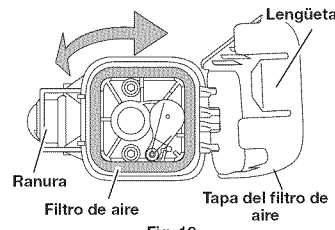

Fig. 18
- Para abrir la tapa del filtro de aire, empuje hacia adentro la lengüeta que está en el lado izquierdo de la tapa y hale la tapa del filtro de aire ligeramente hacia afuera y para la derecha (Fig. 18).
- Quite el filtro de aire (Fig. 18).
- Para volver a colocar la tapa del filtro de aire, sitúe los ganchos del lado derecho de la tapa del filtro de aire en las ranuras que están en el lado derecho de la placa posterior (Fig. 18).
- Gire la tapa hacia la izquierda y ciérrela haciendo presión de manera que la lengüeta de la tapa del filtro de aire caiga en la ranura de la placa posterior (Fig. 18).